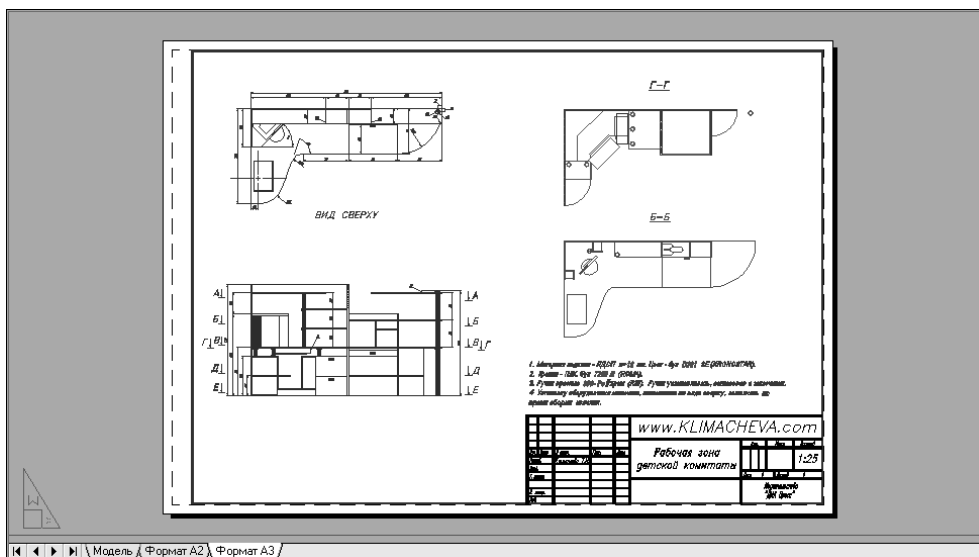

Рис. 13.36 ◀ Компоновка **Формат А3** с настроенными видовыми экранами и отредактированной основной надписью
12. В появившемся окне предупреждения щелкните на кнопке **ОК**. На этом создание чертежа с несколькими видовыми экранами завершено (рис. 13.36).